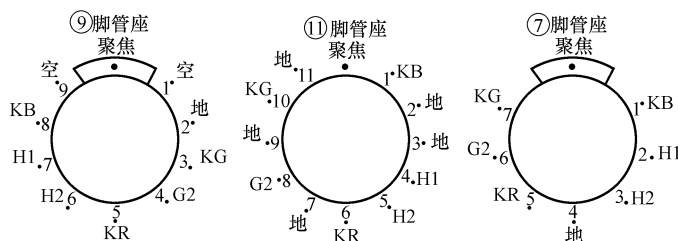

图 3-8 改接管座示意图
再检查显像管的引脚是多少针的，默认适应⑨脚粗管（若为⑪脚或⑦脚，则按图 3-8 所示的对应引脚功能改接管座。注意，⑪脚显像管属于低聚焦，要用 $110\text{M}\Omega$ 黑色聚焦电位器按如图 3-9 所示连接方法降压）。